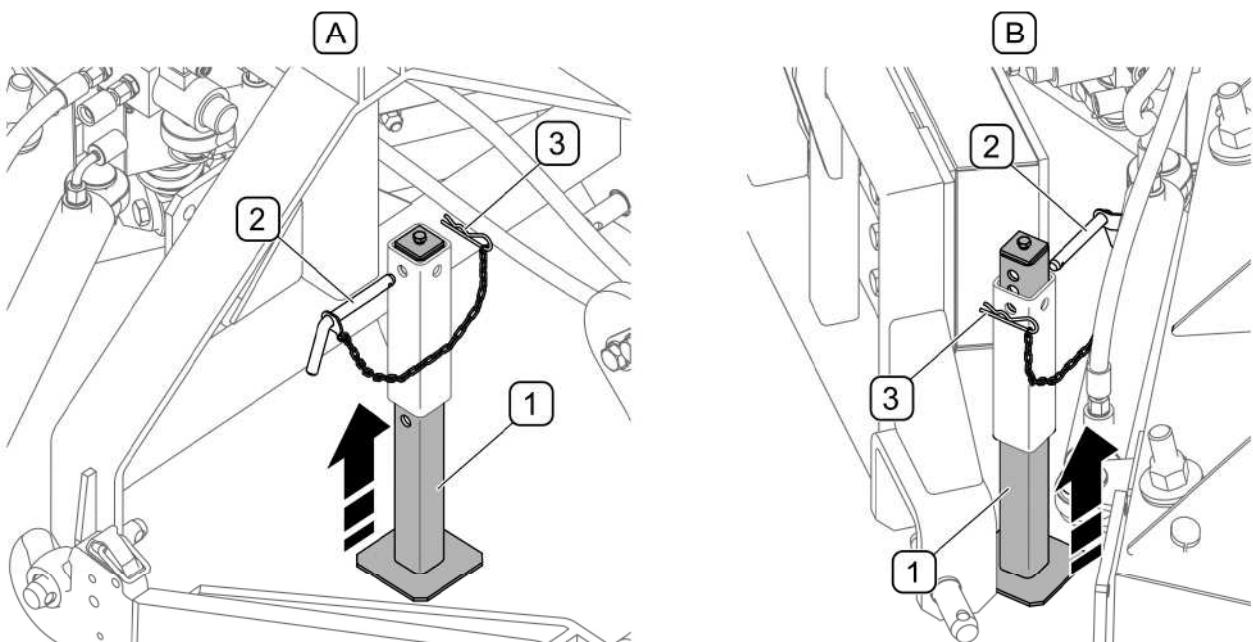

РИСУНОК 4.4 Стояночная опора
- опустить стрелу-манипулятор и повернуть рамку вниз (A) таким образом, чтобы места крепления на рамке быстрого крепежа оказались ниже мест крепления в снегоуборочном оборудовании;
- поднять стрелу (B), зацепляя места крепления за крюки плуга, и, управляя стрелой погрузчика, отклонить рамку назад (C), вызывая тем самым блокировку быстроразъемного соединения;
- поднять стояночную опору (РИСУНОК 4.4)
(1)- опора; (2)- шкворень; (3)- чека
В ходе эксплуатации, после подсоединения снегоуборочного оборудования к базовому транспортному средству необходимо убрать стояночную опору (1) в направляющую (РИСУНОК 4.4) и